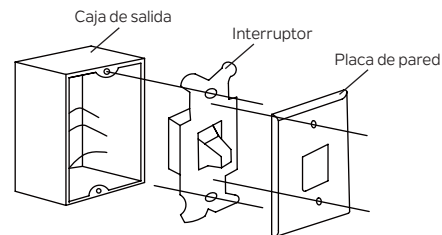

Figura 15
**Paso 1.** Retire la placa de pared existente y el interruptor de la caja de salida de pared. Desconecte los cables del interruptor existente. (Figura 15)